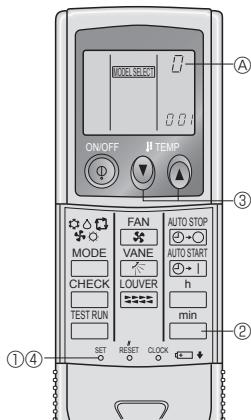

Fig. 6-4
4) Programmation des numéros de paires de la télécommande sans fil infrarouge. (Fig. 6-4)
- ① Appuyer sur le bouton SET à l'aide d'un objet pointu.